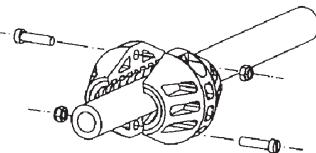
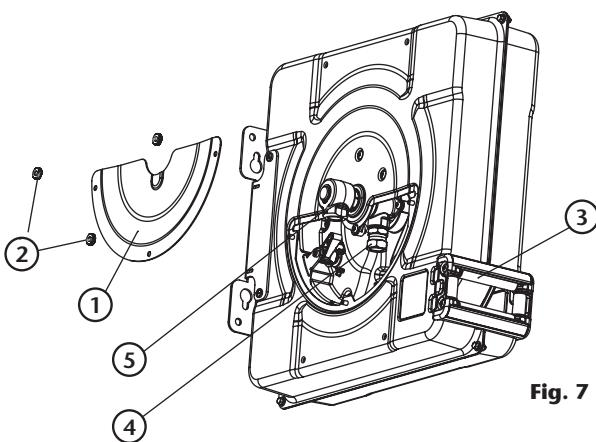
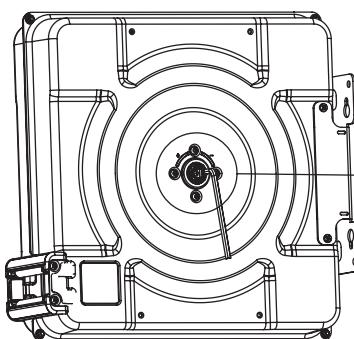

Fig. 5
Fig. 7
Fig. 8
2. Monte el tope de manguera en el extremo de salida de la manguera (fig. 5).
4. Desmonte la tapa se servicio (1) (fig. 7) aflojando las tuercas plásticas (2) (fig. 7). No se requiere de herramienta para aflojar estas tuercas.
5. Introduzca el extremo de la manguera (el extremo opuesto al tope de manguera) por la salida de manguera (3) (fig. 7), y métala a través de la ventana del disco, para conectarla al racor del enrollador (4) (fig. 7). Una amplia ventana en la carena facilitará esta tarea. Tenga cuidado al apretar las roscas de no hacer excesiva palanca sobre el disco plástico, el cual podría dañarse.
6. Una vez la manguera esté conectada al racor (4) (fig. 7), introducir una llave allen (1) (fig. 8) de 7 mm entre caras en el hexágono de latón (2) (fig. 8), y con esta llave, girar el tambor en sentido positivo siguiendo la indicación (4) (fig. 8) presente en la carcasa. De este modo se irá recogiendo la manguera poco a poco dentro del tambor sin que el resorte coja tensión. Cuando el tope de manguera llegue a contactar con los rodillos de la salida de manguera (3) (fig. 7), deje de girar el tambor.
7. Retire la llave Allen (1) (fig. 8), y en su lugar introduzca una llave cuadrada (1) (fig. 9). Al girar esta llave, se estará girando la fijación resorte (2) (el disco permanecerá estático) y el resorte empezará a coger tensión.
8. Aplicar la pretensión indicada en la siguiente Tabla 1, girando la llave en sentido positivo siguiendo la indicación que aparece en la carena (4) (fig. 8):
2. Desconectar la manguera del racor del enrollador (4) (fig. 7), y desmontar el tope de manguera.
4. Introduzca el extremo de la nueva manguera por la salida de manguera (3) (fig. 7), y métala a través de la ventana del disco, para conectarla al racor del enrollador (4) (fig. 7). Una amplia ventana en la carena facilitará esta tarea. Tenga cuidado al apretar las roscas de no hacer excesiva palanca sobre el disco plástico, el cual podría dañarse.
2. Al girar la llave en sentido negativo siguiendo la indicación que aparece en la carena (4) (fig. 8), el resorte empezará a perder tensión. Al girar la llave en sentido positivo el resorte ganará tensión. Reste o añada vueltas según convenga teniendo siempre en cuenta en dejar un mínimo de 2 vueltas de pre-tensión y un máximo que evite sobrepasar las vueltas totales del resorte.
3. Bloquee el tambor utilizando herramienta adecuada. En su defecto, se recomienda bloquear el tambor utilizando una llave Allen de 7 mm entre caras (1) (fig. 8) introduciéndola en el hexágono de latón (2) (fig. 8), a través de la pieza pretensora (3) (fig. 8). También puede desplazar el tope de manguera (fig. 5) a una nueva posición, donde el trinquete pueda ser visto a través de la ventana de servicio cuando el tope apoye en los rodillos de la salida de manguera.